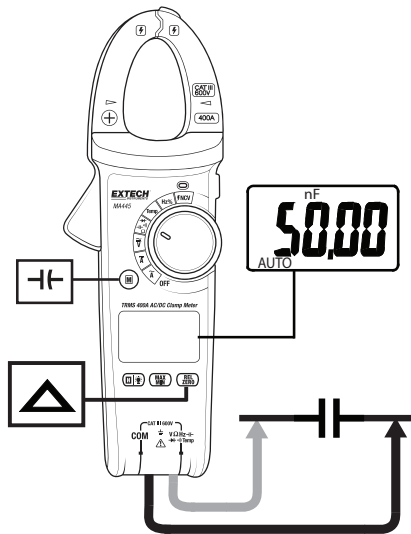

Abb. 9 – Kapazitätsmessungen
3. Stecken Sie den schwarzen Bananenstecker der Leitung in die negative COM-Buchse. Stecken Sie den roten Bananenstecker der Prüflleitung in die positive Buchse. Siehe Abb. 9.